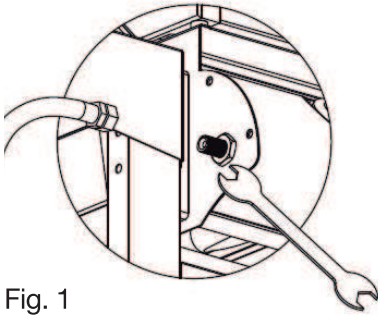
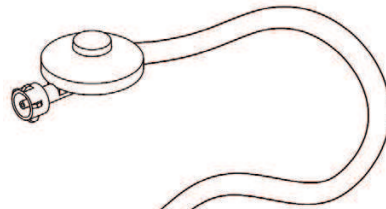

Fig. 1
Fig. 2
2. Vissez l'écrou fileté G1/2 du tuyau sur le raccord d'entrée de l'appareil (figure 1 ci-dessus) et l'écrou fileté M20x1.5 (de couleur noire) sur le raccord de sortie du détendeur (figure 2 ci-dessus) en suivant les indications fournies avec le tuyau souple.